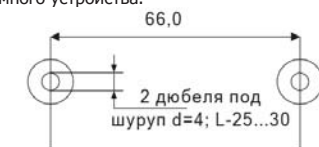

Рис. 10.1. Отверстия для крепления извещателя
4. Разметку места установки извещателя производить в соответствии с рис. 10.1. Монтажные отверстия в корпусе извещателя показаны на рис. 5.1. (позиции 2,5).